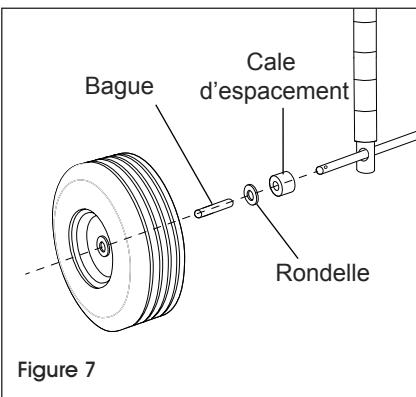

Figure 7
3. Glissez une cale d'espacement puis une rondelle sur l'extrémité de l'essieu. Insérez la bague au centre de la roue pneumatique. Glissez ensuite la roue sur l'extrémité de l'essieu. (Voir Figure 7)